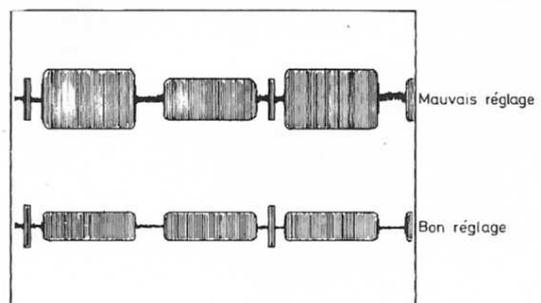

Fig. 5
- Brancher la sonde de l'oscilloscope sur le picot 28 du TDA 3560 (601).
- Régler l'inductance S 625 (amplitude) et le potentiomètre 638 (balance) pour obtenir le minimum de sous porteuse pendant la ligne (voir Fig. 5).